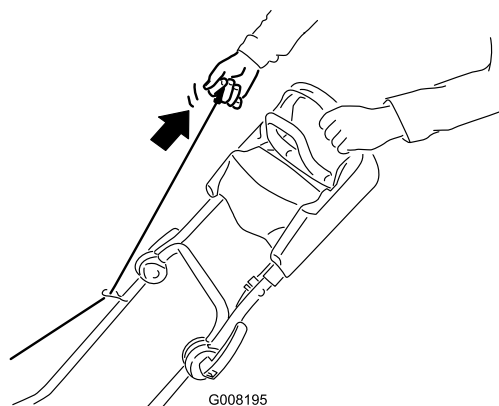
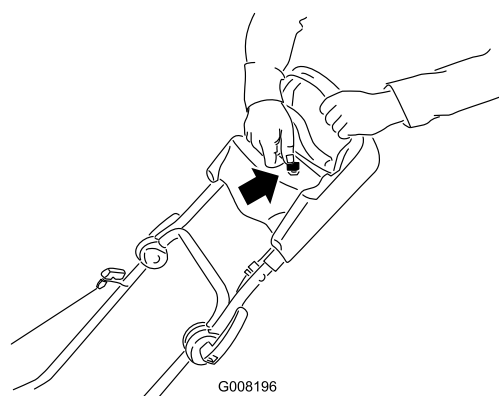

Figura 15
Figura 16
2. Tirate l'avviatore autoavvolgente (Figura 15) o girate la chiave di accensione come illustrato in Figura 16 (solo per il modello 21027).